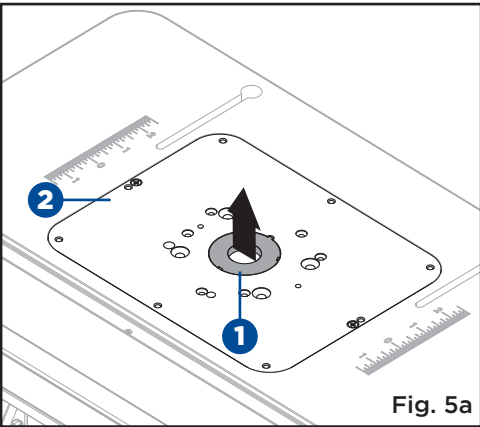

Fig. 5a
**FIXATION DE LA TOUPIE À LA PLAQUE D'INSERTION (Fig. 5a-5c)**
- Poussez la plaque d'insertion (1) hors du bas de la plaque d'insertion (2). (Fig. 5a)